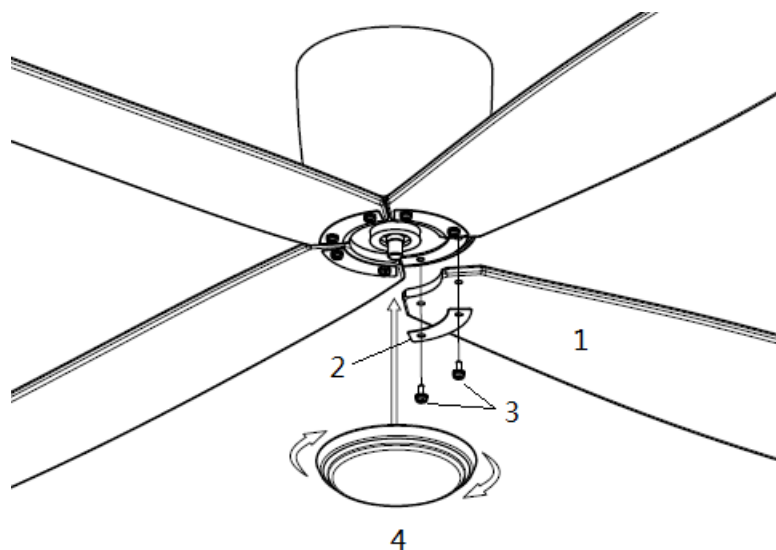

Abb. 6
- Führen Sie die Flügelschrauben zur Befestigung der Ventilatorflügel in der folgenden Reihenfolge ein – Ventilatorflügel-Gegenstück (2) und Ventilatorflügel (1). Bringen Sie die Flügel an der Motoreinheit an, und sichern Sie diese, indem Sie die 2 Schrauben (3) fest anziehen. Abb. 6
- Installieren Sie abschließend die untere Abdeckung (4) am Schaft, indem Sie dieses im Uhrzeigersinn drehen.